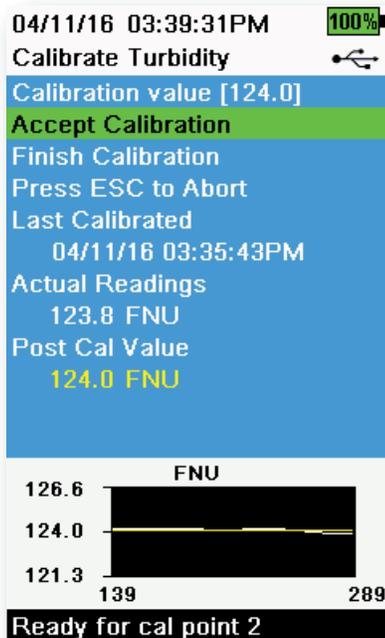

図54 濁度の校正
8. 濁度センサーのレンズに気泡がないことを確認します。安定しているかどうか、実際の測定値を観察してから、**Accept Calibration (校正承認)** を選択します (図54)。メッセージエリアに「Ready for cal point 3 (校正点2の準備完了)」と表示されます。